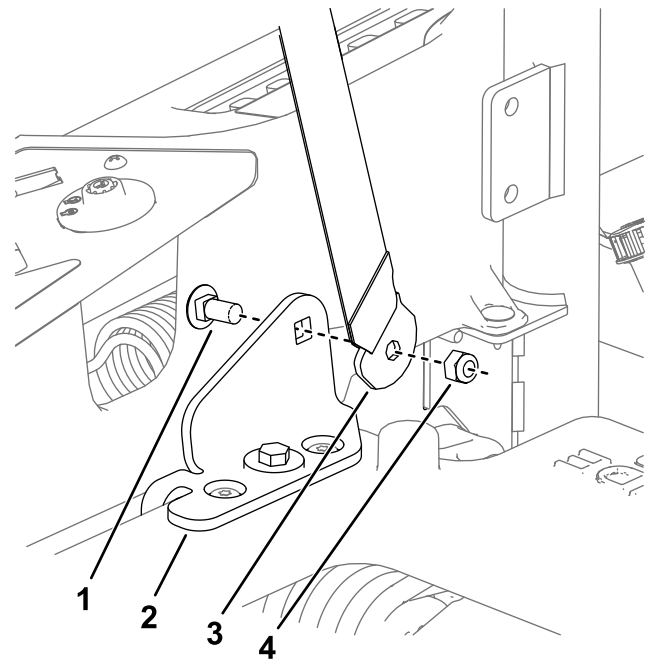

Figura 8
4. Instale la hebilla y la lengüeta del cinturón de seguridad en el interior de las placas de enganche del cinturón de seguridad con 2 tornillos de cuello cuadrado (7/16" x 1") y 2 contratuercas (7/16"), como se muestra en la Figura 8.